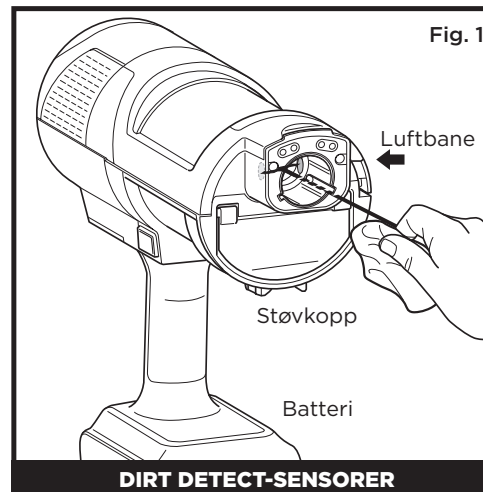
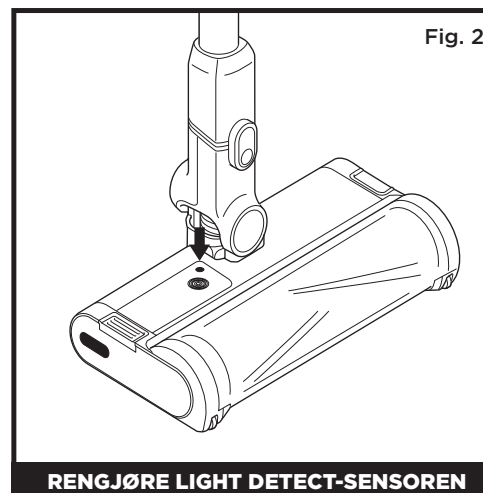

Fig. 1
Fig. 2
For å rengjøre sensorene (fig. 1):
2. Finn DirtDetect-sensoren i munnstykket på håndstøvsugeren (fig. 1), LightDetect-sensoren på toppen av munnstykket (fig. 2) og EdgeDetect-sensoren på siden av munnstykket (fig. 3).